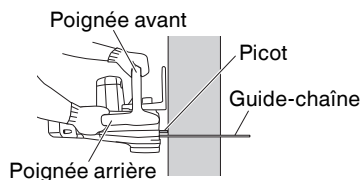

Fig. 23
- (4) Lorsque vous coupez du bois horizontalement, tournez le châssis de l'outil vers la droite de manière à ce que le guide-chaîne se trouve dessous, et tenez la partie supérieure de la poignée latérale avec la main gauche. Tenez le guide-chaîne horizontalement et placez le pointe à l'avant du châssis sur la bûche. En vous servant de la pointe comme point d'appui, entamez le bois en tournant la poignée arrière vers la droite. (Fig. 23)